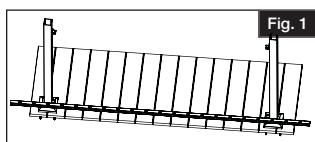

Fig. 1
- Placer la lisse dans l'ouverture entre les poteaux en laissant un espace égal entre le dernier barreau et le poteau à chaque extrémité. S'assurer que l'espace entre le trou de barreau et poteau est égal à chaque extrémité (Fig. 1).